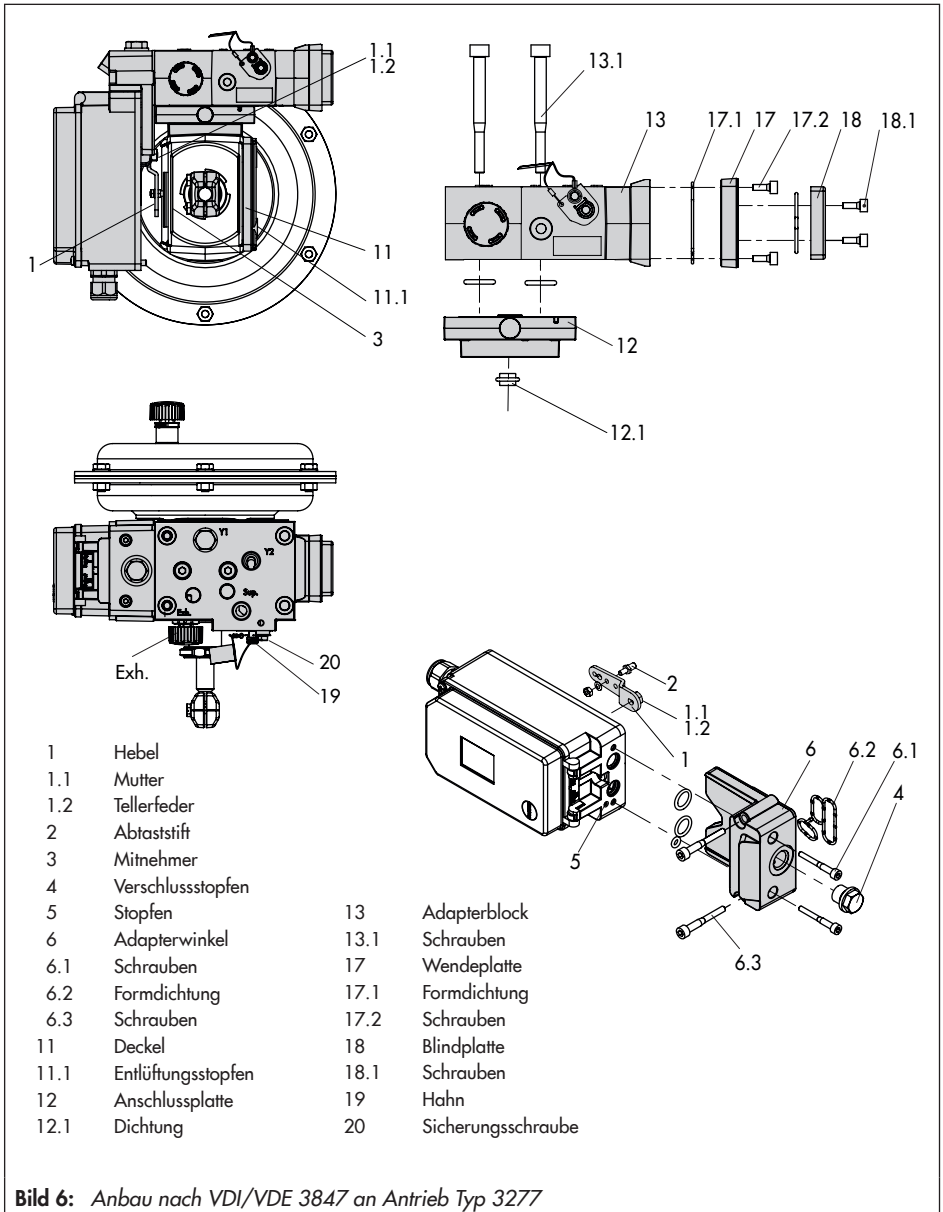

Bild 6: Anbau nach VDI/VDE 3847 an Antrieb Typ 3277
Anbau an Antrieb Typ 3277 (vgl. Bild 6)
Der Stellungsregler wird wie in Bild 6 dargestellt am Joch montiert. Der Stelldruck wird über die Anschlussplatte (12) auf den Antrieb geführt, bei Sicherheitsstellung „Antriebsstange ausfahrend“ intern über eine Bohrung im Ventiljoch und bei „Antriebsstange einfahrend“ durch eine externe Rohrverbindung.